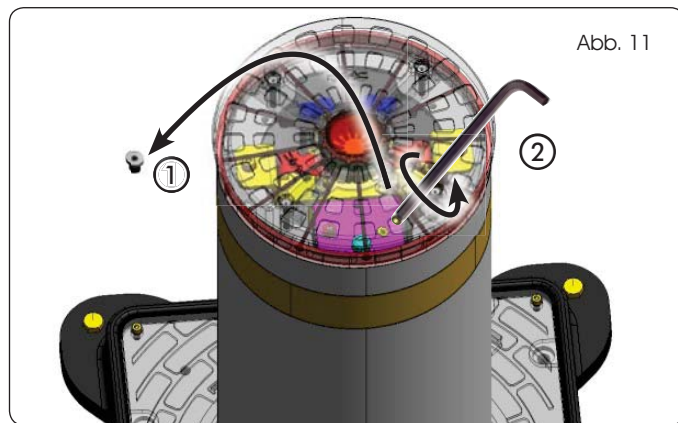

Abb. 11
1. Die Sperrschraube am Kopf des Pollers abschrauben (Abb. 11, Bez. ①)
3. Gegen den Uhrzeigersinn drehen, um den Poller einzufahren (Abb. 11, Bez. ②).